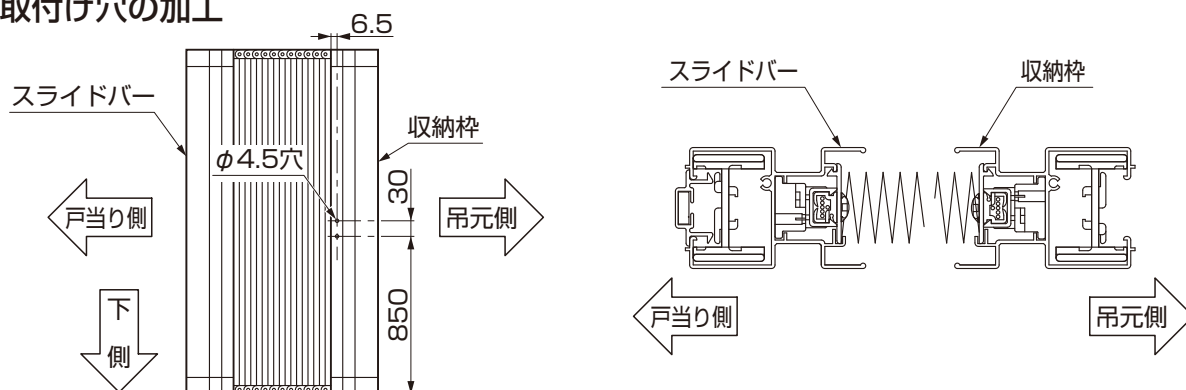

図8-1 網戸本体 内観図
① 網戸本体の収納枠の家側にφ4.5の穴加工をしてください。(図8-1参照)